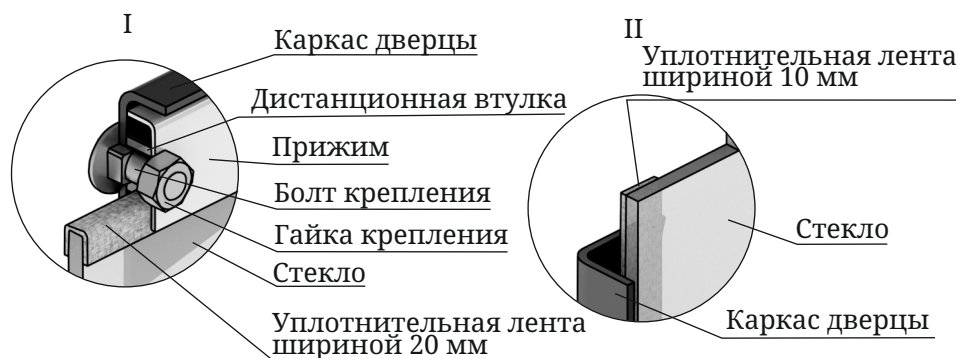

Рисунок 15. Крепление светорозрачного экрана
1. Отверните две гайки, фиксирующие прижим (рисунок 15.І), демонтируйте его и дистанционные втулки.
3. Возьмите новое стекло. Если на нем нет уплотнительных лент, наклейте их, лента шириной 20 мм наклеивается сверху и снизу стекла «П» — образно (рисунок 15.І), лента шириной 10 мм наклеивается вертикально, вдоль боковых сторон стекла (рисунок 15.ІІ).
4. Вставьте стекло в упор, при этом лента, наклеенная с боковых сторон (вертикальная) должна быть зажата между стеклом и каркасом дверцы (рисунок 15.ІІ).
Внимание! Гайки, фиксирующие прижим накручиваются на болты крепления через дистанционные втулки (рисунок 15.І).